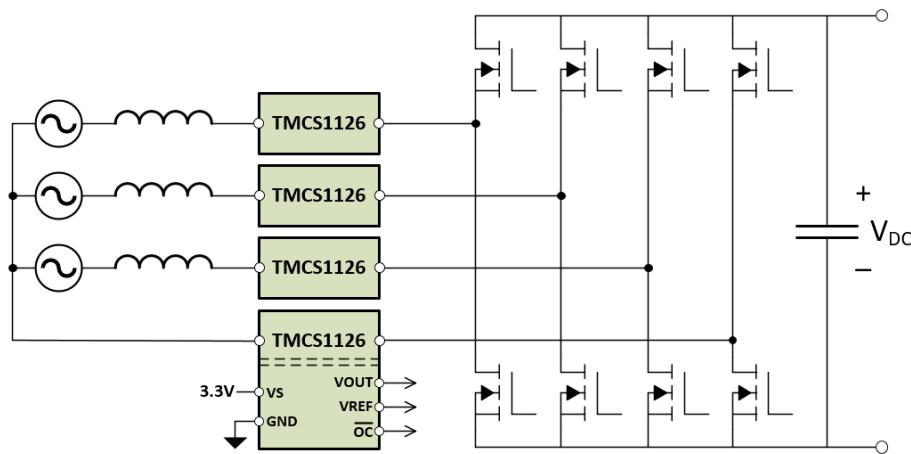

図 9-2. AC/DC コンバータの電流検出
多くのアプリケーションでは、DC 回路で使用するために、AC 電源から電力を変換する必要があります。通常、電力伝送効率を向上させるために、いくつかの種類の制御された力率補正 (PFC) 段が必要です。最新の PFC 段では、全体のサイズを縮小し、電力伝送効率を向上させるために、より高速で高速なパワースイッチが使用されています。多くの場合、AC/DC コンバータの PFC 段は AC 電源グリッドに直接接続されます。PFC 段で検出する場合の主要な課題は、電流センサが高電圧 (HV) 電力グリッドから生じる大きな電圧スパイクに加えて、電荷伝送中に高速パワースイッチから生じる大きな過渡にさらされることです。TMCS1126 構造内に固有の絶縁機能があるので、HV 電流センシングノードと低電圧制御回路との間に高いレベルの絶縁を実現し、高い同相過渡耐性 (CMTI) を達成することで、これらの課題を克服できます。図 9-2 に、一般的な AC/DC コンバータ段での TMCS1126 測定位相電流の使用方法を示します。